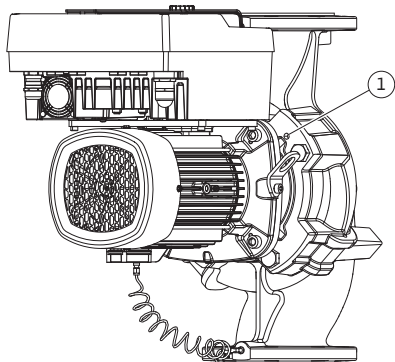

Fig. 11: Insteekset er via draadboringen af-drukken (afhankelijk van het pomptype)
Gebruik hiervoor bij pomptype Fig. II en Fig. III de twee draadboringen (Fig. 11, pos. 1). Gebruik hiervoor geschikte bouten (bijv. M10 x 25 mm, niet inbegrepen).
5. Druk de insteekset (zie Fig. 4) van het pomphuis af. Gebruik daarvoor de twee draadboringen (zie Fig. 11). Draai M10-schroeven met een geschikte lengte in de draadboringen om de zitting los te maken.
7. Maak de twee onverliesbare schroeven aan het beschermplaatje (Fig. II, pos. 27) los en verwijder het beschermplaatje.
8. Steek een moersleutel sleutelwijdte 27 mm in het lantaarnvenster en houd de as aan de sleutelvlakken vast (Fig. II, pos. 16). Draai de waaiermoer (Fig. II, pos. 22) eruit. Verwijder de waaier (Fig. II, pos. 21) met een aftrekker van de as.
9. Draai de schroef (Fig. II, pos. 10) los om het fixatieplaatje van de verschildruksensor (Fig. I, pos. 13) los te maken van de motorflens. Laat de verschildruksensor (Fig. I, pos. 8) met fixatieplaatje (Fig. I, pos. 13) aan de drukmeetleidingen (Fig. I, pos. 7) hangen. Koppel de aansluitkabel van de verschildruksensor in de elektronikamodule los.
10. Maak de bouten (Fig. II, pos. 10 en pos. 10a) los.
11. Maak het lantaarnstuk met een tweearmige aftrekker (universele aftrekker) los van de motorcentrering en trek dit van de as. De mechanische afdichting (Fig. I, pos. 25) wordt dan tegelijk verwijderd. Vermijden dat het lantaarnstuk kantelt.
12. Als de mechanische afdichting is beschadigd, druk dan de tegenring (Fig. I, pos. 26) van de mechanische afdichting uit de zitting in het lantaarnstuk. Nieuwe tegenring in het lantaarnstuk zetten.